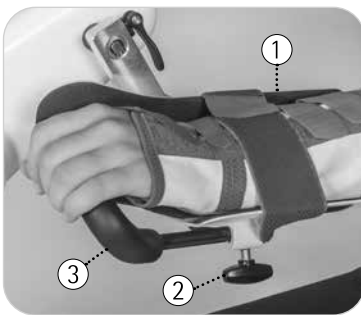

Fig. 6.9
se fig. 6.9 Underarmskålene ① muliggjør feste av armene ved sterke lammelser. For underarmenes sideveis utjevningsbevegelser er underarmsskålene lagret svingbare i horisontalene.